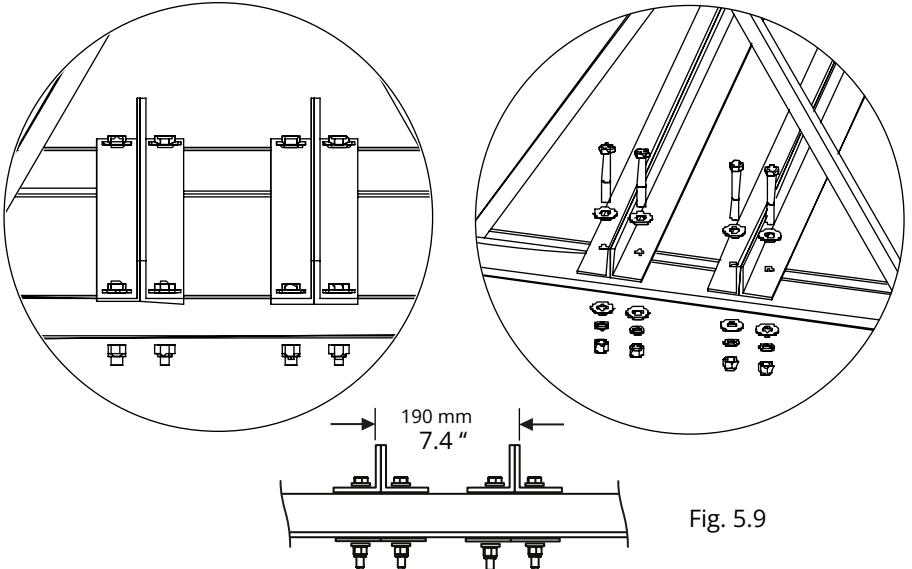

Fig. 5.9
- d) Perfiles Angulares Dobles:** Coloca los perfiles angulares con los agujeros de instalación del ventilador en el interior, uno frente al otro (Fig. 5.9).